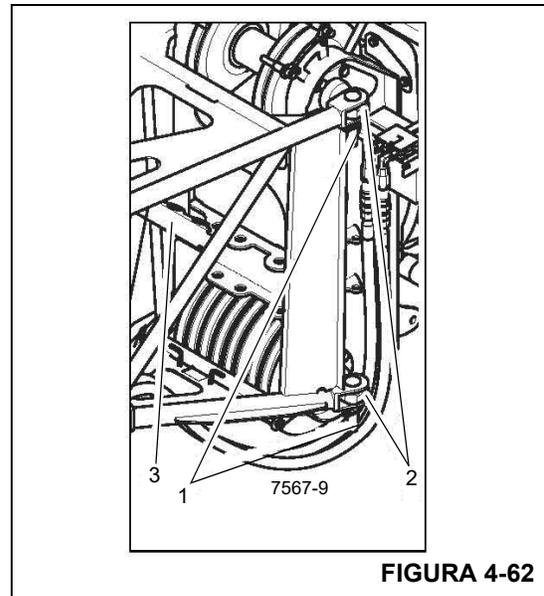

FIGURA 4-62
4. Retire las pinzas de retención de los pasadores (1) (Figura 4-62) que fijan la extensión al lado izquierdo de la punta de la pluma y quite los pasadores de las orejetas de conexión (2). Inserte los pasadores en los lugares de almacenamiento (3) y asegure con las pinzas de retención.